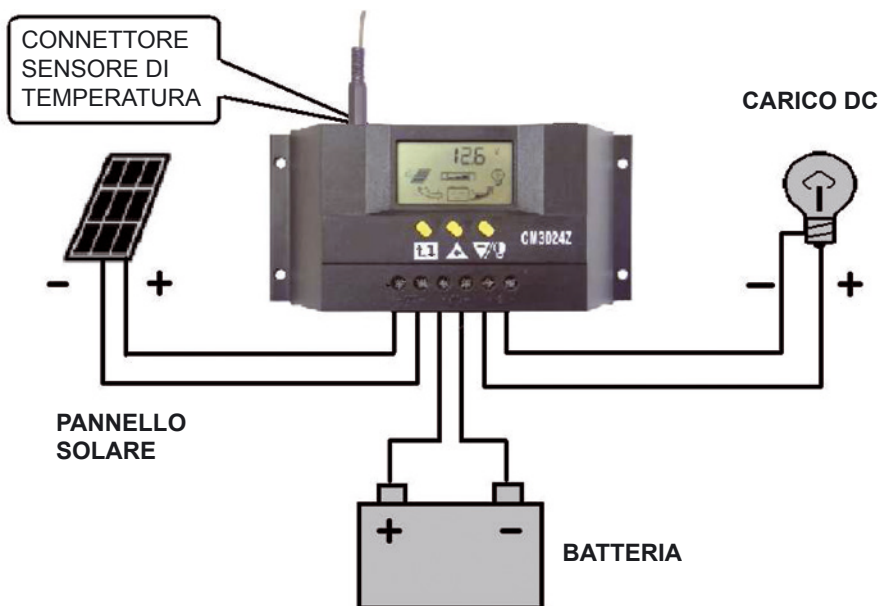

Figura 1
- 3) Effettuare le connessioni al dispositivo come mostrato in figura 1 rispettando la sequenza di collegamento di seguito riportata:
- 4) Inserire il sensore esterno di temperatura nel relativo connettore presente sul pannello posteriore del dispositivo (vedi figura 1). Il sensore deve trovarsi nelle stesse condizioni ambientali delle batterie. In caso contrario, il controller non potrà applicare le dovute compensazioni.